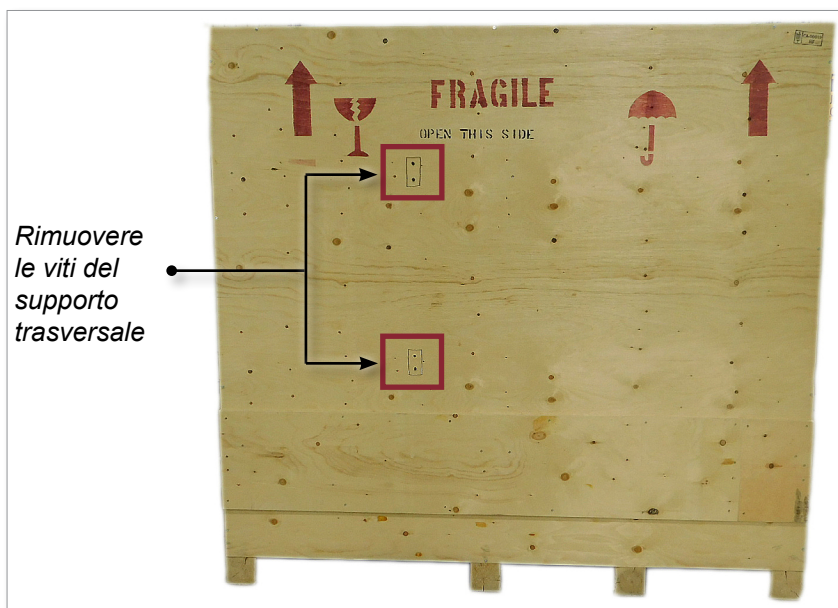

Figura 3-7 Rimuovere le viti del supporto trasversale
4. Dal lato della cassa contrassegnato con “FRAGILE OPEN THIS SIDE”, rimuovere le viti del supporto trasversale. Vedere la Figura 3-7.